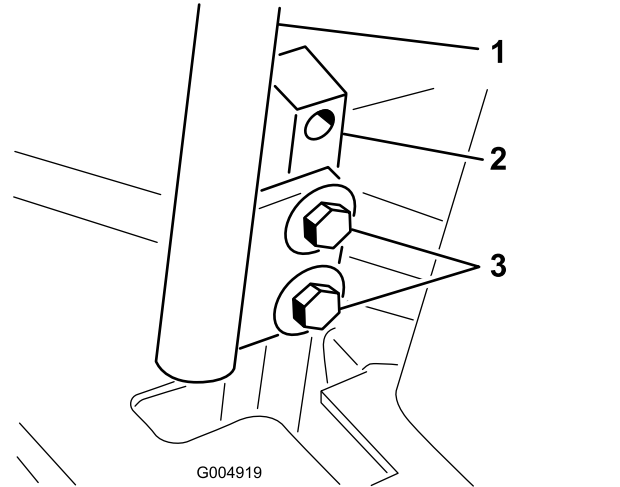

図 55
3. コントロールレバーを固定しているボルトをゆるめる 図 55。